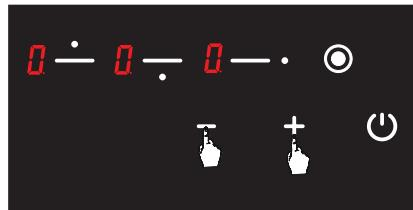

Рис. 12
2. За допомогою кнопок  i  температура всіх конфорок доводиться до рівня  (Див. рис. 12). Плита вимикається автоматично через 20 секунд.